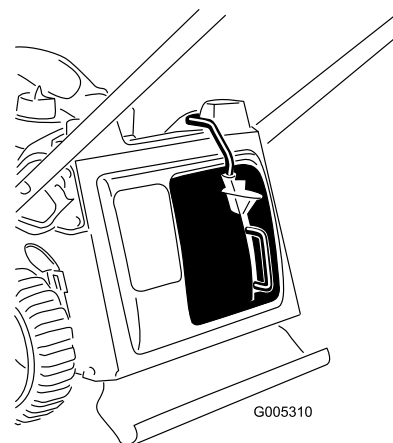

Figura 9
3. Togliete il pollice dal pulsante sulla leva e assicuratevi che la parte superiore della leva sia inserita completamente nella scanalatura (Figura 9). **Se la parte superiore della leva non è inserita nella scanalatura, il tosaerba si spegne quando viene inserita la barra di comando della lama!**